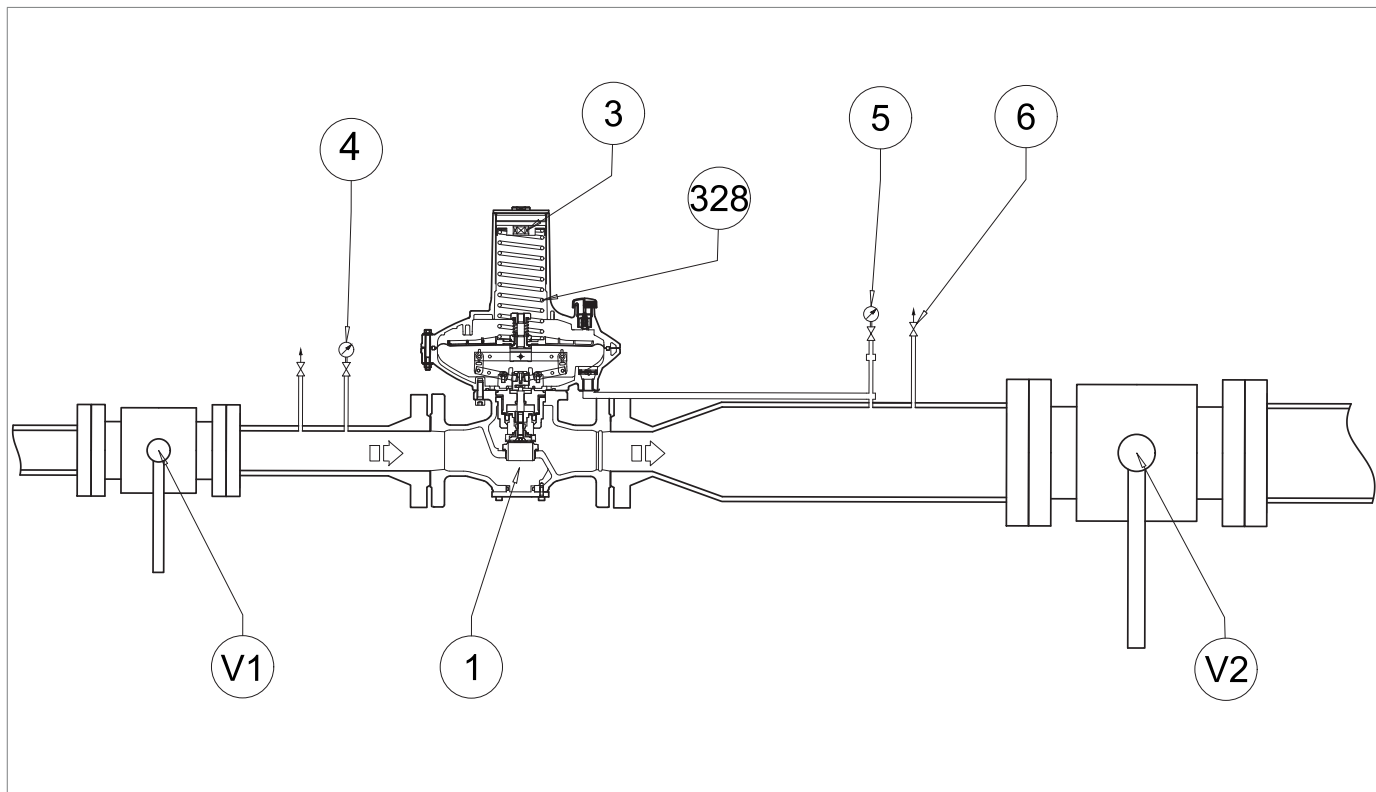
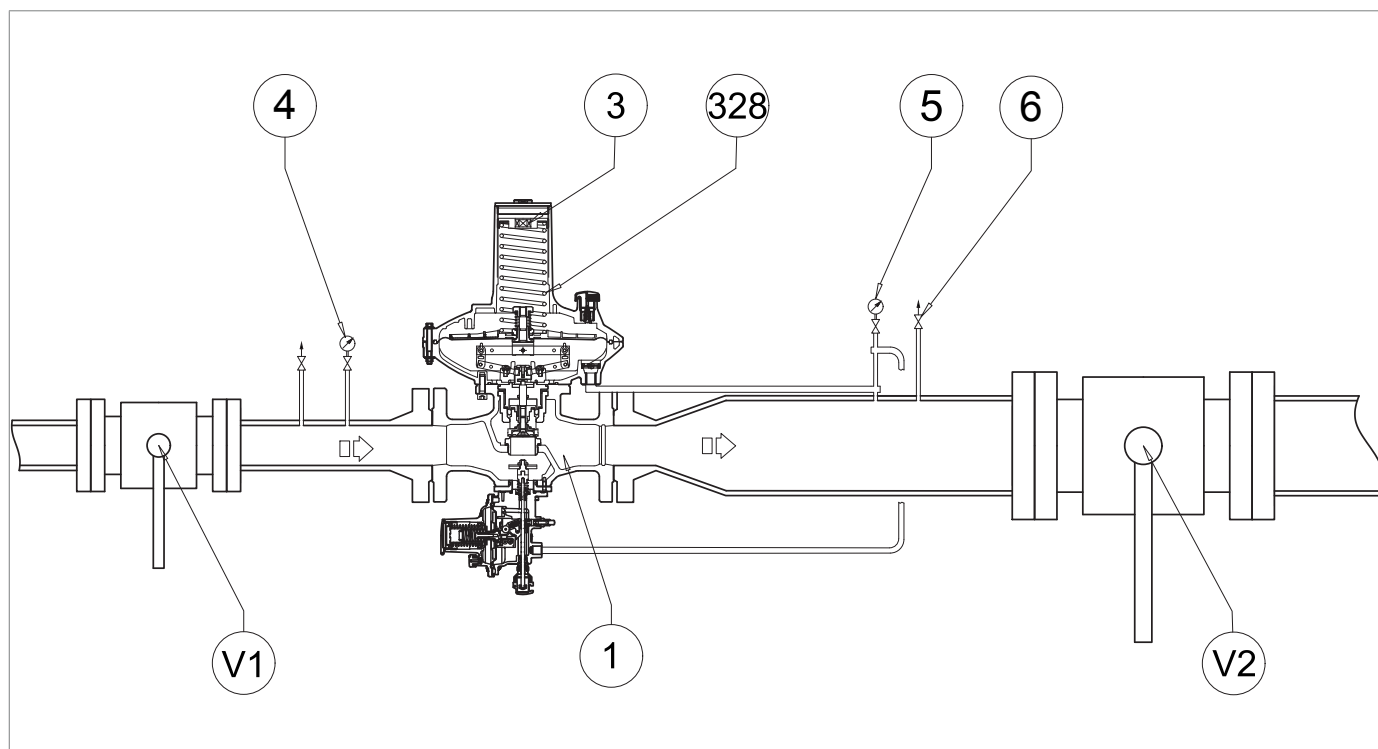
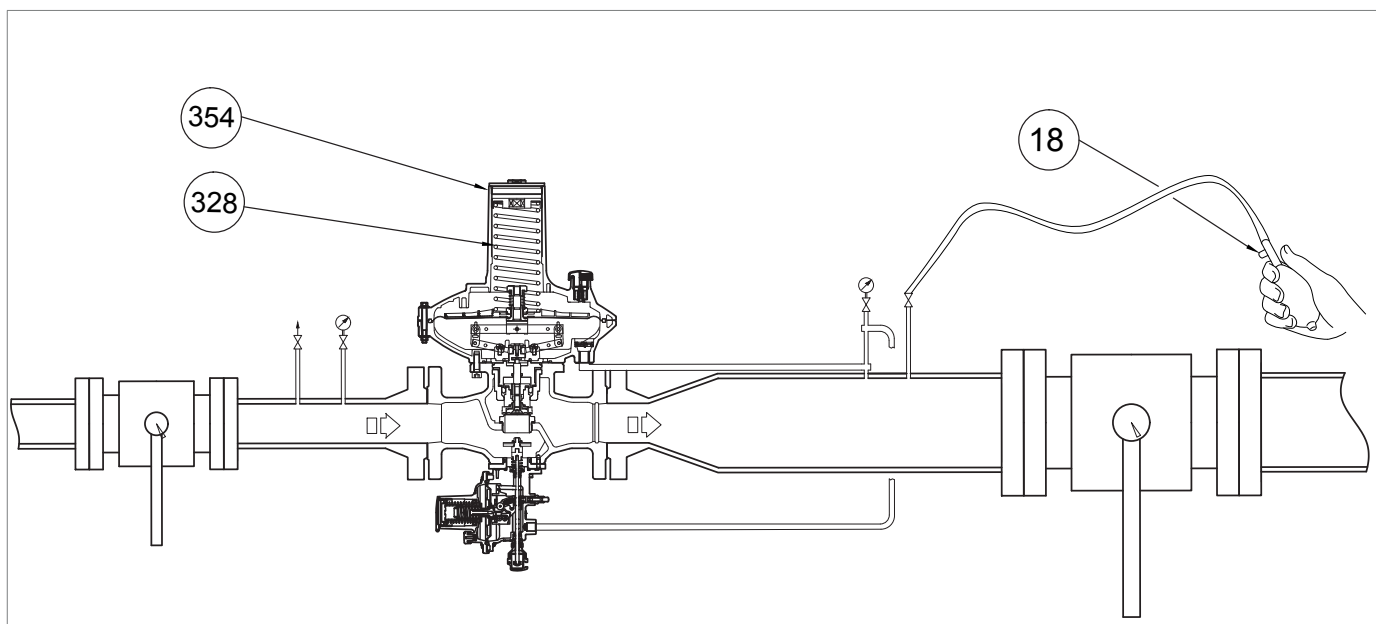

Fig. 8.16. Messa in servizio del regolatore DIVAL 600
Fig. 8.19. Messa in servizio del regolatore DIVAL 600 con valvola di blocco LA
Fig. 8.21. Pressurizzazione con fonte esterna per valvola di blocco incorporata LA
1	<p>Aumentare la pressione di valle fino al valore di intervento della valvola di blocco, collegando una fonte di pressione esterna al rubinetto di scarico (fig. 8.16, rif. 6) posto sulla tubazione di valle, assicurandosi di aprire un rubinetto di scarico aggiuntivo (fig. 8.21, rif. 18).</p> <div style="border: 1px solid black; padding: 5px;"> <p>! AVVISO!</p> <p>Controllare la pressione facendo riferimento al manometro di valle (fig. 8.16, rif. 5).</p> <p>Se la valvola di blocco:</p> <ul style="list-style-type: none"> • interviene prima del valore di pressione previsto: avvitare (senso orario) la ghiera di regolazione (13) così da comprimere maggiormente la molla (11); • non interviene al valore di pressione previsto: svitare (senso antiorario) la ghiera di regolazione (13), così da scaricare la molla (11). </div>
3	Chiudere il rubinetto di scarico aggiuntivo (fig. 8.21, rif. 18).
6	Scollegare la fonte di pressione esterna dal rubinetto di scarico (fig. 8.16, rif. 6).
3	Se necessario, rimuovere il tappo di chiusura (fig. 8.21, rif. 354) unitamente alla ghiera di regolazione e rimuovere la molla di regolazione (fig. 8.21, rif. 328). ! AVVISO! Controllare il valore della pressione di intervento della valvola di blocco indicato dal manometro di valle (fig. 8.19, rif. 5).
5	Dopo aver verificato che la valvola di blocco intervenga al valore prefissato, agire come segue: <ol style="list-style-type: none"> 1. Chiudere il rubinetto di sfiato (fig. 8.16, rif. 6) 2. Posizionare la molla di regolazione (fig. 8.21, rif. 328), il tappo di chiusura (fig. 8.21, rif. 354), la ghiera di regolazione (fig. 8.16, rif. 3) 3. Aprire lentamente la valvola di intercettazione di monte (V1) fino a che il valore della pressione di valle (Pd) raggiunga il valore di taratura del regolatore, facendo riferimento al manometro di valle (fig. 8.16, rif. 5) 4. Chiudere la valvola di intercettazione di monte (V1) 5. Aprire lentamente e parzialmente il rubinetto di sfiato (fig. 8.16, rif. 6) per diminuire la pressione di valle facendo riferimento al manometro di valle (fig. 8.16, rif. 5) fino al raggiungimento del valore di intervento per minima pressione 6. Verificare la corretta taratura della molla di minima ripetendo i passi 2-3-4 almeno tre volte 7. Eseguire taratura del regolatore principale facendo riferimento al paragrafo "8.5 - Procedura di messa in servizio del regolatore"